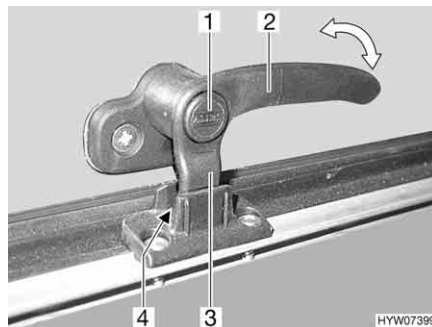
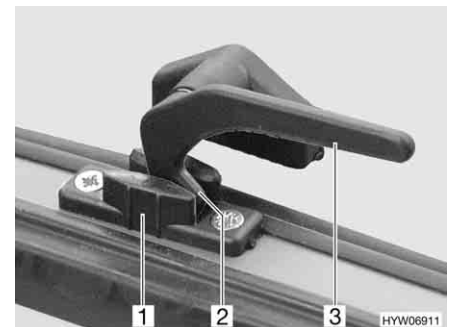

Bild 54 Verriegelungshebel mit Sicherungsknopf in Stellung "Dauerbelüftung"
Bild 55 Verriegelungshebel in Stellung "Dauerbelüftung"
- in Stellung "Dauerbelüftung" (Bild 54 und Bild 55)
- Wenn vorhanden, Sicherungsknopf (Bild 54,1) drücken und gedrückt halten.
- Den Verriegelungshebel (Bild 54,2 oder Bild 55,3) eine viertel Umdrehung zur Fenstermitte hin drehen.
- Den Verriegelungshebel wieder zurückdrehen. Die Verriegelungsnase (Bild 54,3 oder Bild 55,2) am Verriegelungshebel dabei in die Aussparung der Fensterverriegelung (Bild 54,4 oder Bild 55,1) einfahren.
- Wenn vorhanden, Sicherungsknopf (Bild 54,1) loslassen.